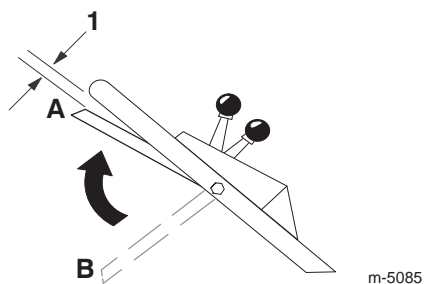

Bild 12
9. Schieben Sie den Steuerungsbügel nach rechts und heben Sie ihn ungefähr 2,5 cm unter den Griff an; siehe Stellung „A“ in Bild 12.